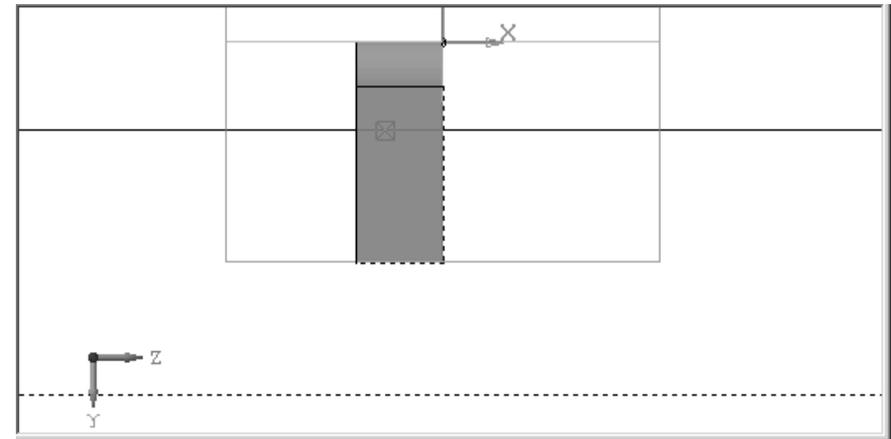

Рис. 7.32. Две вспомогательные прямые на расстоянии 15 мм по разные стороны от выделенного ребра
- щелкните дважды в **Панели свойств: Параллельная прямая** по текстовому полю **Расстояние** и введите значение расстояния 15 или просто введите указанное значение, так как поле **Расстояние** будет активным по умолчанию, а затем нажмите клавишу **Enter** для фиксации ввода данных. Появятся две вспомогательные прямые на расстоянии 15 мм по разные стороны от выделенного ребра (рис. 7.32).